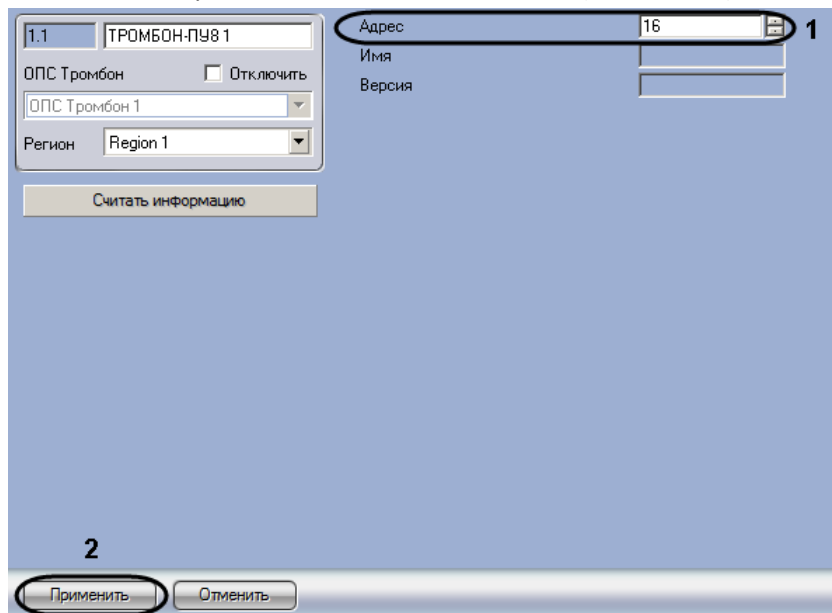

Рис. 3.3—2 Панель настройки объекта ТРОМБОН-ПУ8
2. Указать адрес прибора *ТРОМБОН-ПУ8* (см. Рис. 3.3—2, 1).